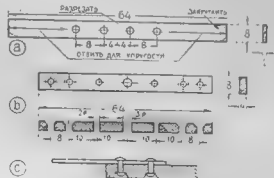

Рис. 5
- 1) Вырезать 4 пластины из листовой латуни 0,5—1 мм, рис. 5-а.
- 3) Выпилить лобзиком 3 эбонитовых пластины-рычага (можно заменить карболитом, сухим дубом или подходящим негигроскопичным материалом), рисунок 5-б.
4) Высверлить дыры соответственно разметке на рис. 5 «а» и «в», диаметром 2,5 мм и центральную дыру в эбонитовых пластинках, диаметром 3 мм.
6) Приклепать заклепками из красной меди diam. 2 мм латунные пластинки к эбонитовым, рис. 5 «с». (Необходимо соблюдать осторожность, чтобы не поскользнуться эбонит.) Головки заклепок уто-